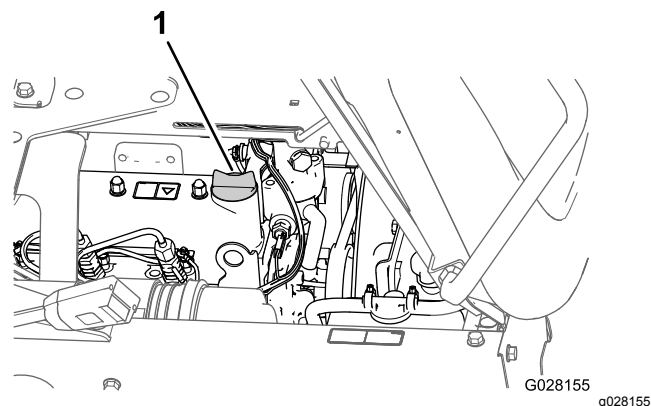

Figura 72
8. Coloque o tampão de enchimento no tubo de enchimento (Figura 72).
5. Retire o tampão de enchimento de óleo do tubo de enchimento da cobertura da válvula do motor (Figura 72) e despeje lentamente cerca de 80% da quantidade especificada de óleo no tubo de enchimento.